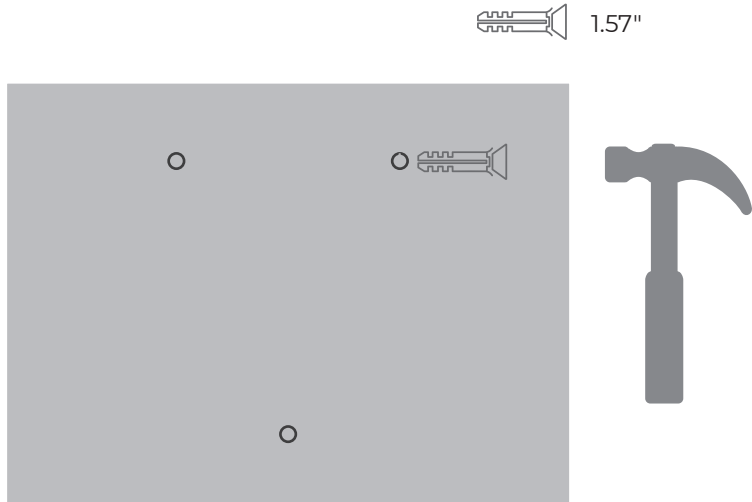

Abb. 5-6
4. Schlagen Sie die Kunststoff-Spreizdübel mit einem Hammer in die Löcher. (Siehe Abb. 5-6)